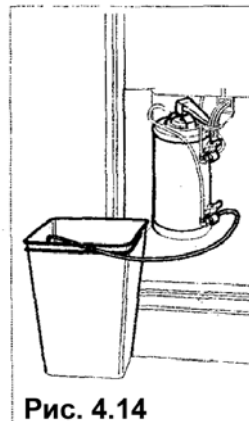

Рис. 4.14
- Слейте воду, пока она не станет чистой (рис. 4.14).